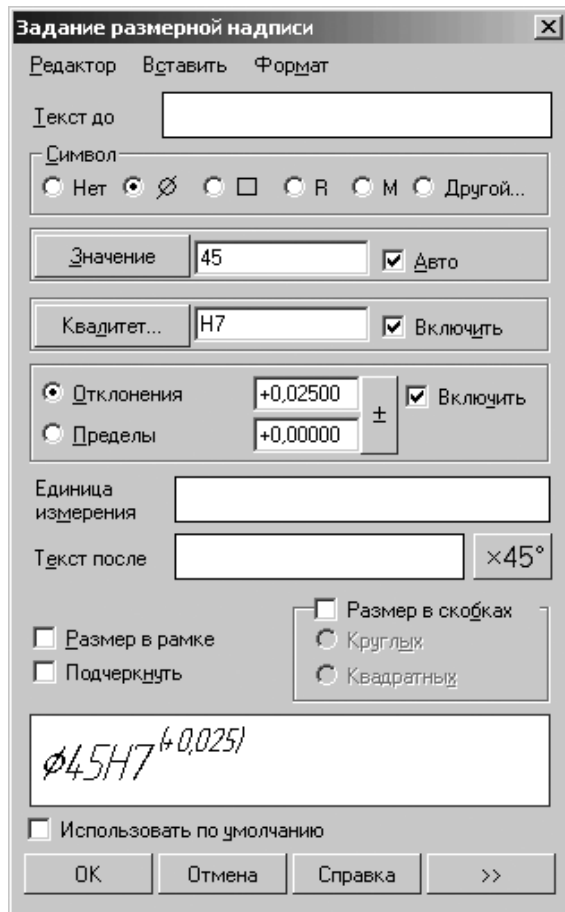

Рис. 4.79. Состояние диалогового окна **Задание размерной надписи** после выбора качества и включения режимов ввода в надпись качества и отклонений
- включите в диалоговом окне **Задание размерной надписи** флажок в поле **Квалитет**. Для этого щелкните по флажку **Включить**, расположенному справа, для установки там галочки, если ее там нет. Это означает, что квалитет будет отображен в размерной надписи. После этого состояние диалогового окна **Задание размерной надписи** будет таким, как показано на рис. 4.79;